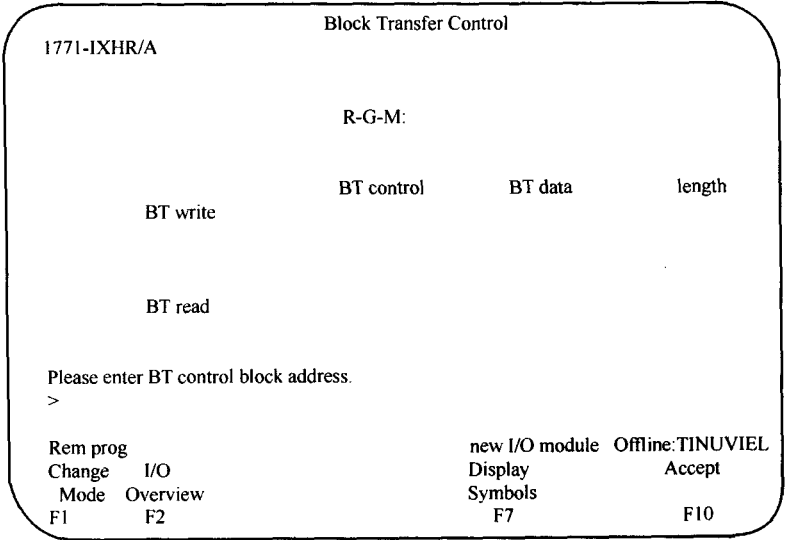

图 10-6 为 PLC-5 BT 模块输入 BT 元素
3) 选择 “I/O overview” 选项, 或者用光标指到 BTW 或者 BTR 指令上, 选择 “I/O edit”, 然后选择 “add new module”, 并且使用下面的菜单来选择你所要使用的 CPU 的 I/O 模块的准确类型。一旦模块类型选择好, 将显示图 10-6 的屏幕。在第二步中输入你要创建